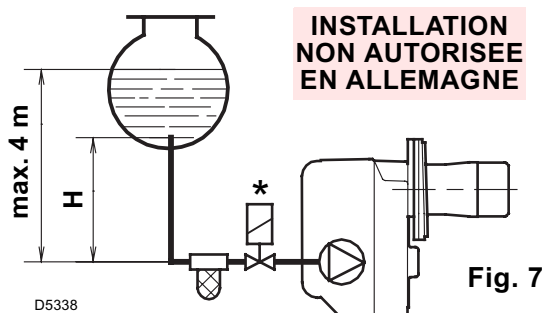
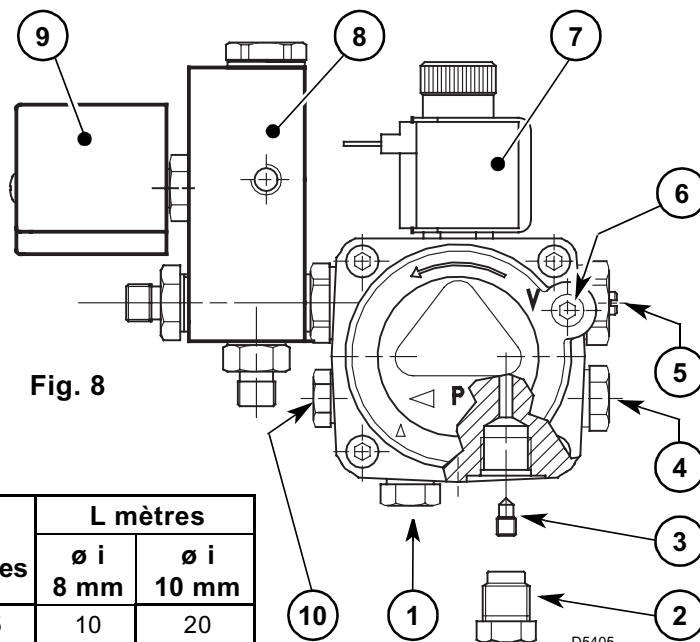

Fig. 7
Fig. 8
- ▶ La pompe est prévue pour un fonctionnement en bitube. Pour le fonctionnement en monotube, il faut dévisser l'écrou de retour (2), enlever la vis de by-pass (3) et ensuite revisser l'écrou (2), (voir fig. 8).
Dans l'installation en fig. 7, il faut desserrer le raccord du vacuomètre (6, fig. 8) jusqu'à la sortie du combustible.